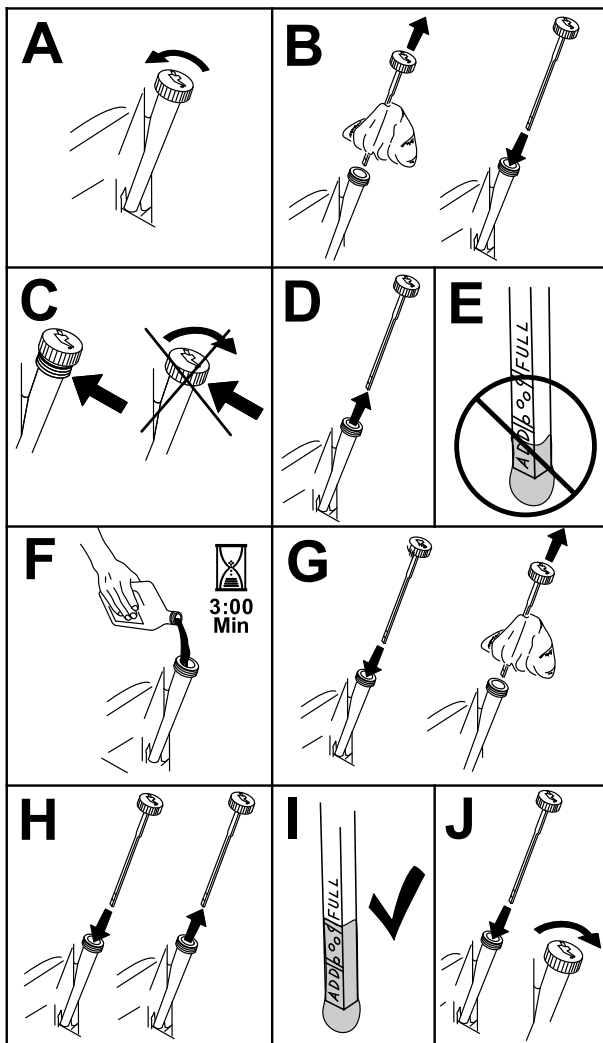

Figura 40
3. Per evitare morchia, residui d'erba, ecc. nel motore, pulite l'area attorno al tappo e all'asta di livello dell'olio prima della rimozione (Figura 40).
3. Riempite la coppa dell'olio con olio nuovo adatto (Figura 40).